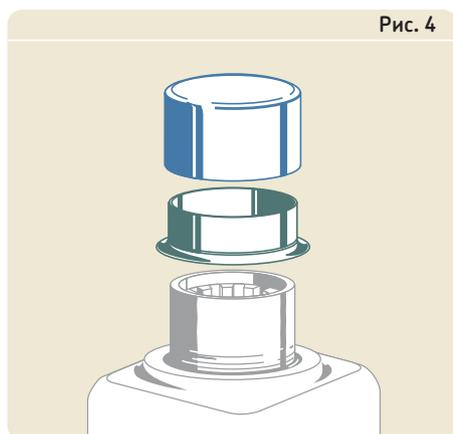

Рис. 4
- 7 Если фланец необходимо удалить, надрежьте его перед установкой втулки. Фланцевый конец втулки устанавливается на вал первым. Затем установите на втулку монтажный инструмент (→ рис. 4).